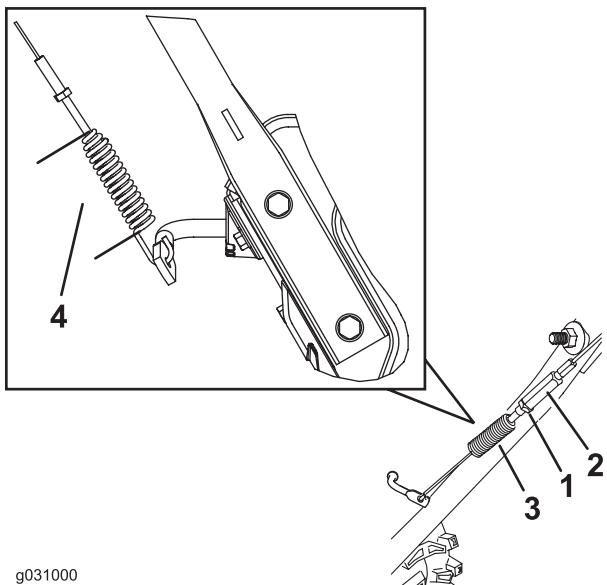

Figure 40
- Desserrez ou serrez le tendeur afin de régler la longueur du ressort à 7 cm (2,75 pouces) (Figure 40).
- Serrez l'écrou de blocage (Figure 40) en vous assurant que le câble est légèrement tendu.